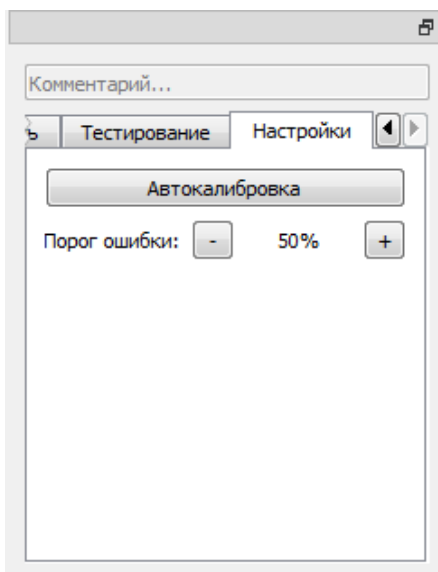

Рисунок 12. Настройка порога ошибки измерений
- Для выбора порога сравнения ВАХ перейдите в раздел «настройки» (рисунок 12) и установите требуемое значение. Порог ошибки - значение, при котором измерение не будет считаться ошибочным.